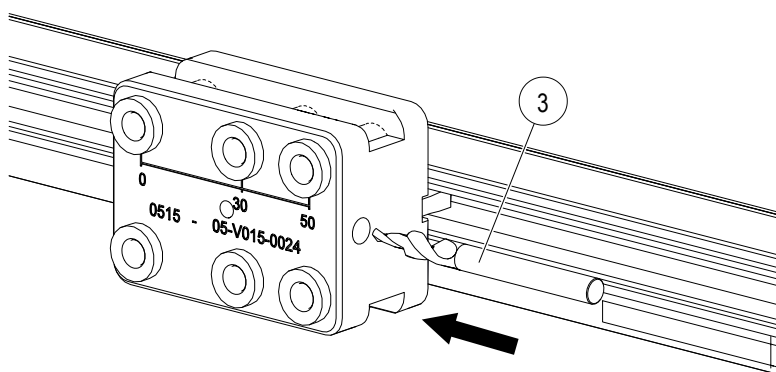

Abb. 88: Stufenbohrer M3 90° in die seitliche Bohrung
- Zum Einstellen der Bohrtiefe den Stufenbohrer M3 90° (3) in die seitliche Bohrung an der Bohrlehre bis zum Anschlag stecken (siehe Abb. 88).